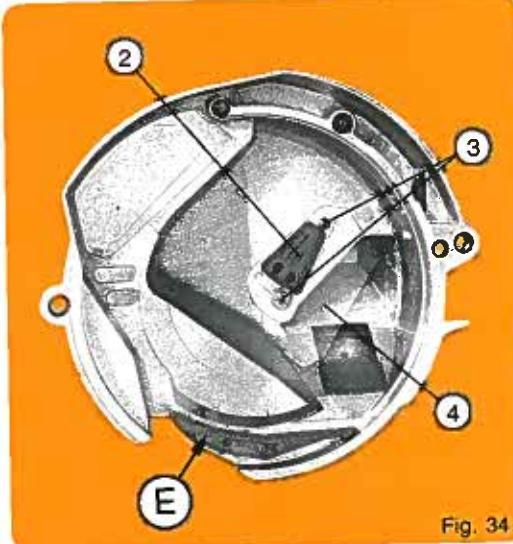

Fig. 34
1. POSITION HAUTE (fig. 34) POUR GROSSES GRAINES, c'est-à-dire maïs, haricots, soja, pois, féveroles, arachides, coton...
1. HIGH POSITION (fig. 34) FOR LARGE SEEDS, i.e. corn, beans, soybean, peas, kidney beans, peanuts, cotton...
1. Hohe Stellung (Abb. 34) für großes Saatgut, d. h. Mais, Bohnen, Soja, Erbsen, Ackerbohnen, Erdnüsse, Baumwolle...
1. POSICIÓN ALTA (fig. 34) PARA GRANOS DE GRAN CALIÈRE, es decir maíz, alubias, soja, guisantes, habichuelas, cacahuates, algodón...